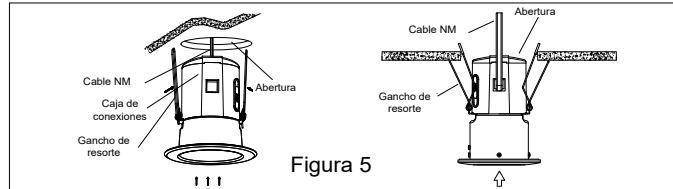

Figura 5
8. Lleve el kit Premium hasta la abertura en el techo a la vez que introduce la longitud en exceso del cable NM al interior del techo (figura 5).
9. Abra y apriete los ganchos de resorte contra la caja de conexiones, como se muestra, e inserte la lámpara en la abertura introduciendo de primero la caja de conexiones (figura 5).